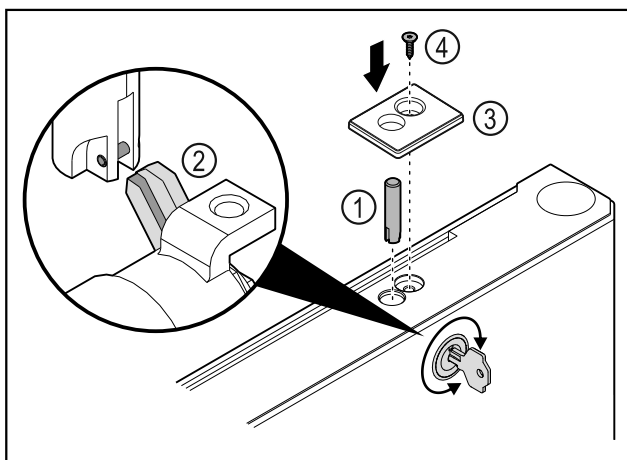

Fig. 46
- ▶ Schlossbolzen Fig. 46 (1) einsetzen.
- ▶ Schloss leicht drehen, damit Schlossbolzen Fig. 46 (2) in Schlitz von Schloss einrastet.
- ▶ Abdeckung Fig. 46 (3) einsetzen.
- ▶ Schraube Fig. 46 (4) einsetzen.